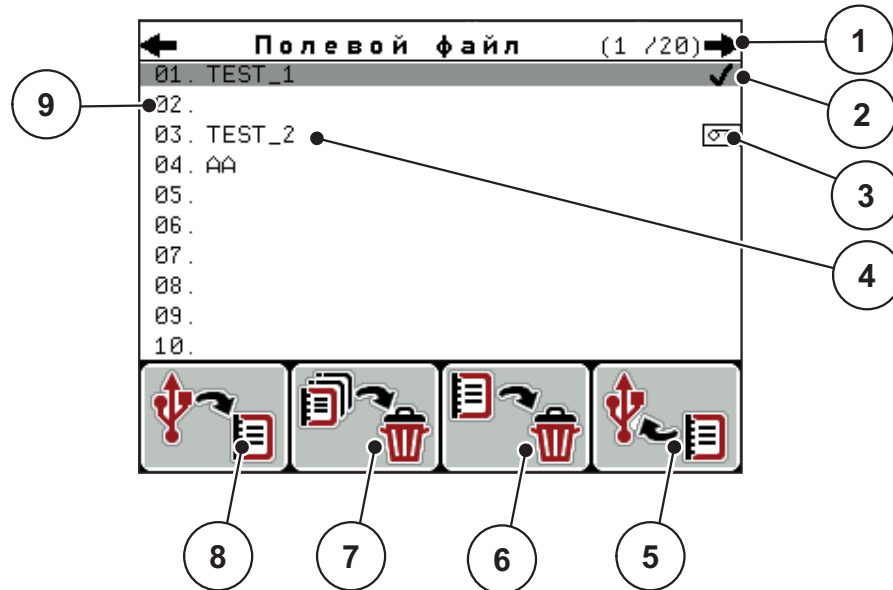

Рисунок 4.27: Меню «Полевой файл»
2. Нажмите функциональную клавишу **F1** (см. Рис. 4.27).
2. Нажмите функциональную клавишу **F4** (см. Рис. 4.27).
3. Нажмите функциональную клавишу **F3** под символом **удаления** (см. Рис. 4.27).
2. Нажмите функциональную клавишу **F2** под символом **Удалить все** (см. Рис. 4.27).